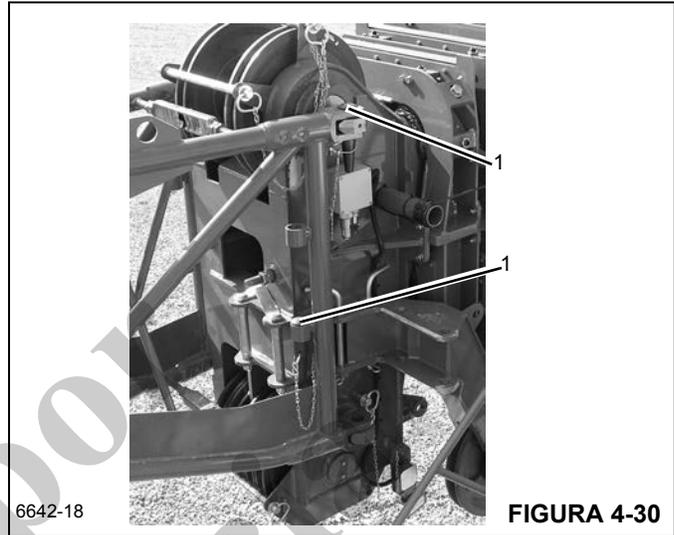

FIGURA 4-30
21. Retire los pasadores (1) (Figura 4-30) de los retenedores, colóquelos en el lado izquierdo de la punta de la pluma y fíjelos con pinzas de retención (Figura 4-30).